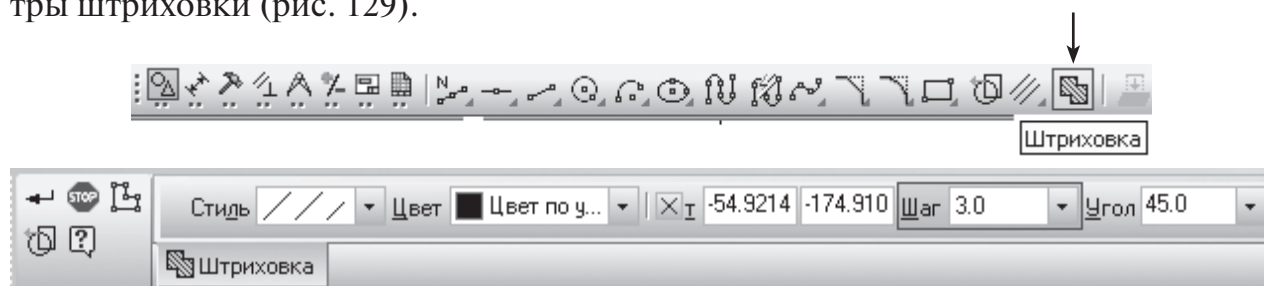

Рис. 129
18. Активировать команду *Штриховка*, в панели свойств и установить параметры штриховки (рис. 129).